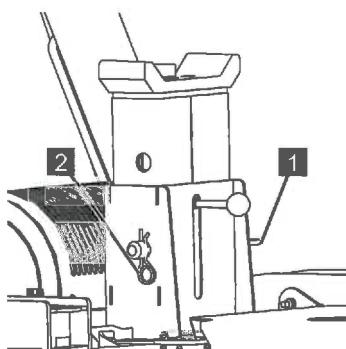

Abb. 109
6. Den Befestigungsbolzen (Abb.109/1) einschieben und mit dem Federsplint (Abb.109/2) sichern.